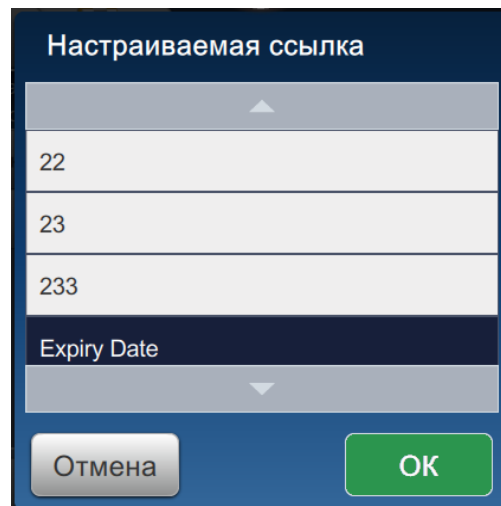

Рис. 6-12: Список настраиваемых ссылок
8. Выберите «Дата истечения срока годности» из списка «Настраиваемая ссылка», как показано на Рис. 6-12.
14. Выберите «Дата истечения срока годности» из списка «Настраиваемая ссылка поля», как показано на Рис. 6-12.